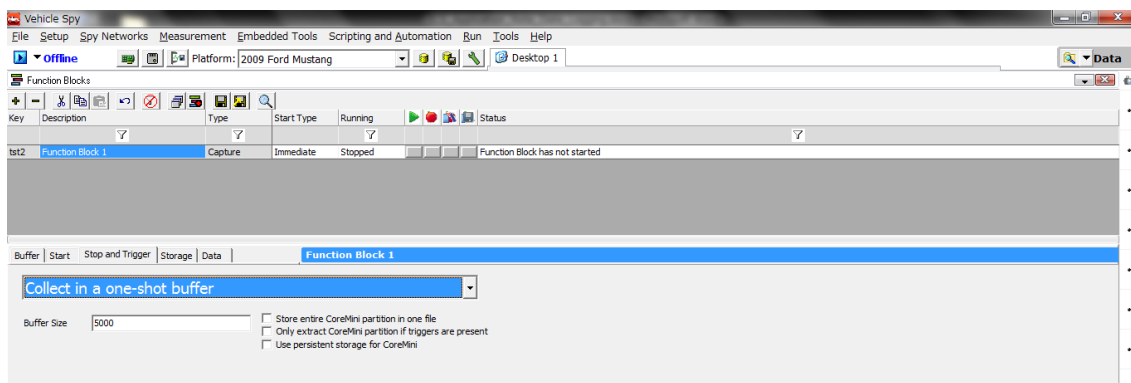

図 6 キャプチャ・ファンクションブロック設定画面
- 2) Stop and Trigger タブをクリック、”Collect in a one-shot buffer”を選択(図 6)